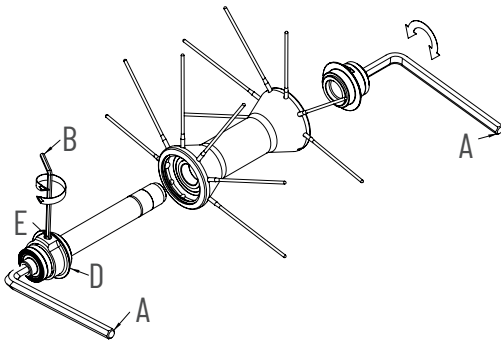

FIG. 1
Inserite due chiavi a brugola da 5mm (A) dentro agli scontri alle estremità dei mozzi (Fig.1 e 2) e ruotatele in **senso antiorario**.
- Se necessario effettuare una registrazione del mozzo agendo sulla ghiera (D).
- Allentate il grano (E) con una chiave a brugola da 2mm (B) (Fig. 1).
- Richiudete il grano (E).
- Inserite due chiavi a brugola da 5mm (A) dentro agli scontri alle estremità dei mozzi (Fig.1 e 2) e ruotatele in **senso antiorario**.